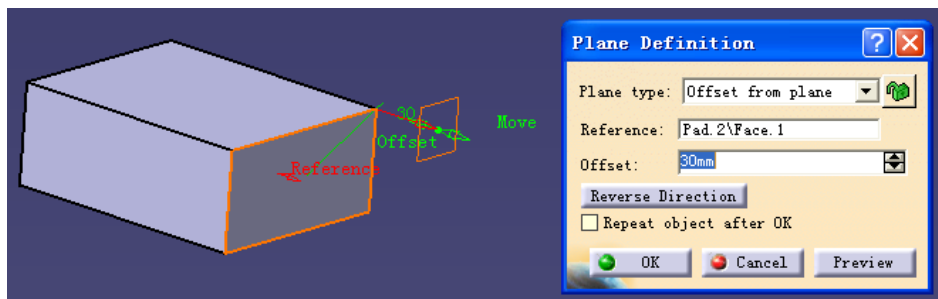

图 3-69
(4) 用 Offset from plane 生成平面。画到第一步后，在 Plan type 中选择 Offset from plane, Reference 选一面，Offset 设为 30mm (见图 3-69)。